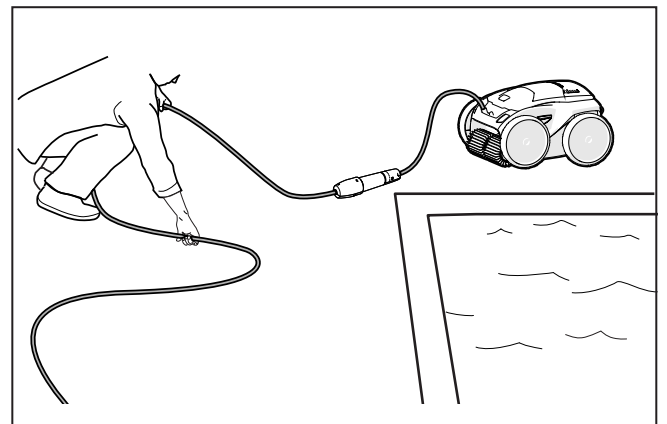

Figura 18. Desenrede
4. Retire el limpiador de la piscina y elimine nudos y torceduras del cable de alimentación (Figura 18). Comience por el extremo de la cabeza del limpiador. Coloque el cable al sol para que pierda marcas de enredos y torceduras.